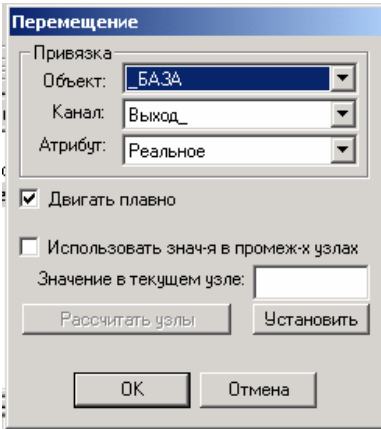

Рис. 4.3
- Установите траекторию движения окружности, для чего выделите ее и установите флаг поддержки функции «перемещение» в окне **Атрибуты**. Далее для настройки перемещения дважды нажмите ЛК в строке «перемещение». При этом на экран будет выводиться диалог, представленный на рис. 4.3.
Создайте n узлов на траектории - эллипс. Привязка траектории настраивается, как показано на рис. 4.3.